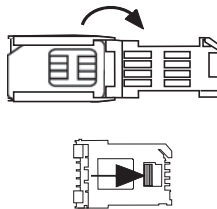

Bild 4
- 5 Schließen Sie die Klappe (Bild 4) und schieben Sie den Rasthebel nach rechts (Pfeil).